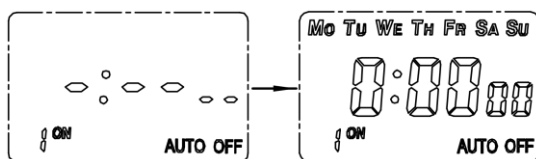

Fig.9
6.2.3.1 Después de terminar la operación del punto 6.2.2 pulsar "MD" para ajustar los tiempos ON/OFF (ver Fig.9)